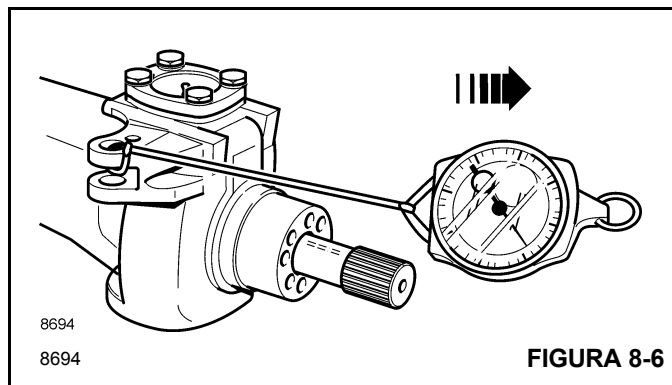

FIGURA 8-6
8. Conecte uma balança de mola (Figura 8-6) à rótula da barra de tração e gire a rótula. Aperte os parafusos **21** do munhão superior para eliminar a folga, mas sem pré-carga no rolamento, isto é, sem aumentar a leitura na balança de mola.